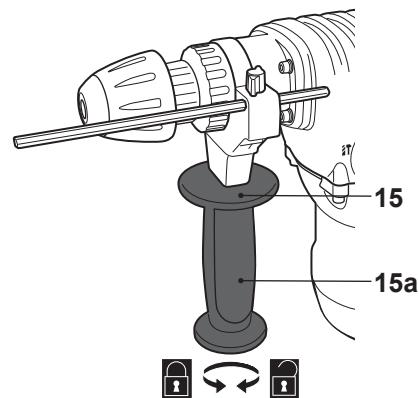

Fig. 3
- > Regule a pega adicional (15) para a posição desejada de modo a que possa segurar a ferramenta segurança durante a sua utilização.
- > Gire o cabo da pega (15a) para a direita para apertar a banda de fixação (Fig. 3).